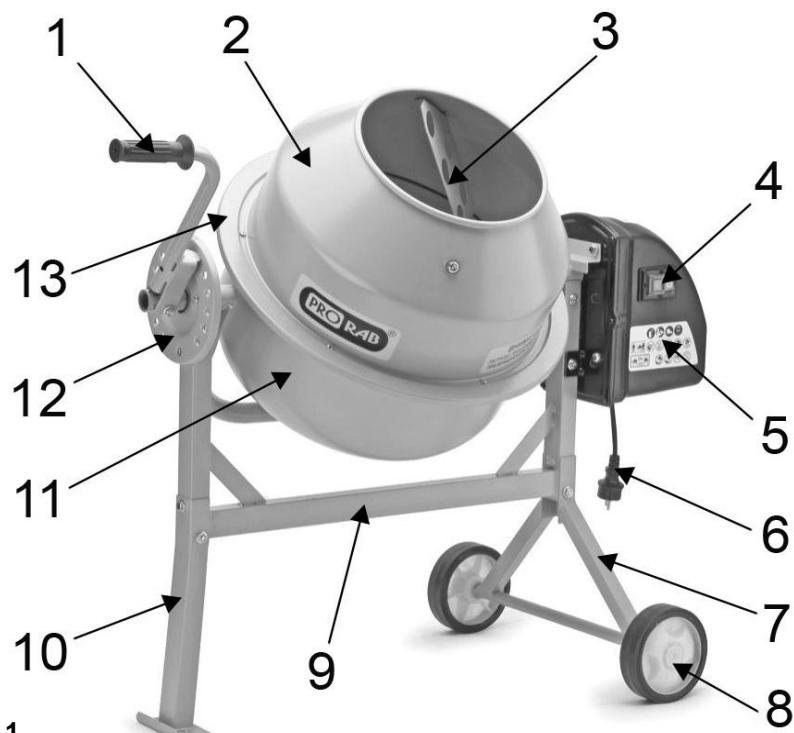

Рис. 1
- Наденьте на оси колесной стойки (7)(См. Рис.1; 2) по колесу с каждой стороны. Зафиксируйте их с помощью стопоров – шплинтов.
- К несущей балке (9)(См. Рис.1) присоедините дополнительную опору. Зафиксируйте ее положение винтами (M8x40 и M8x45). Крепко затяните винты (См. Рис.3).
- Соедините раму с колесной стойкой (7)(См. Рис.1; 4). Зафиксируйте ее положение винтами (M8x40 и M8x45). Крепко затяните винты.
- Осторожно поместите нижний барабан (11)(См. Рис.1) на стойку, так чтобы подшипники попали в соответствующие пазы (См. Рис.5).
- Поместив верхний барабан (2)(См. Рис.1) на обод нижнего барабана (11)(См. Рис.1; 7), убедитесь в совпадении пазов и стрелок, а так же и свободном вращении лопастей внутри барабана.
- Установите диск-фиксатор (12)(См. Рис.1) на место крепления.
- Прикрепите рукоятку контроля угла наклона барабана (1)(См. Рис.1; 9). Зафиксируйте ее положение винтом M8x50.
- Трансмиссия с электродвигателем закрыта защитным кожухом (5)(См. Рис.1;10).
- Перед началом эксплуатации нового бетоносмесителя, или бетоносмесителя после продолжительного хранения, удостоверьтесь в правильном натяжении приводного ремня. Откройте крышку электродвигателя, открутив 6-ть винтов крепления кожуха (5)(См. Рис.1). Приводной ремень должен быть надет на шкив, прогиб ремня при нажатии на него пальцем в средней части должен быть в районе 0,5-1 см.
1. Подключите сетевой шнур (6)(См. Рис.1) бетоносмесителя к однофазной сети питания напряжением ~230 В / 50 Гц.
2. **Для запуска бетоносмесителя:** нажмите на зеленую кнопку включения (4)(См. Рис.1), расположенную сбоку на защитном кожухе электродвигателя.
3. **Для отключения:** нажмите на красную кнопку (4)(См. Рис.1).
- Отключите электродвигатель бетоносмесителя, нажав красную кнопку выключателя (4)(См. Рис.1).
- Для выгрузки готовой смеси потяните на себя рукоятку наклона барабана (1)(См. Рис.1) и поверните барабан в нужную сторону для выгрузки.